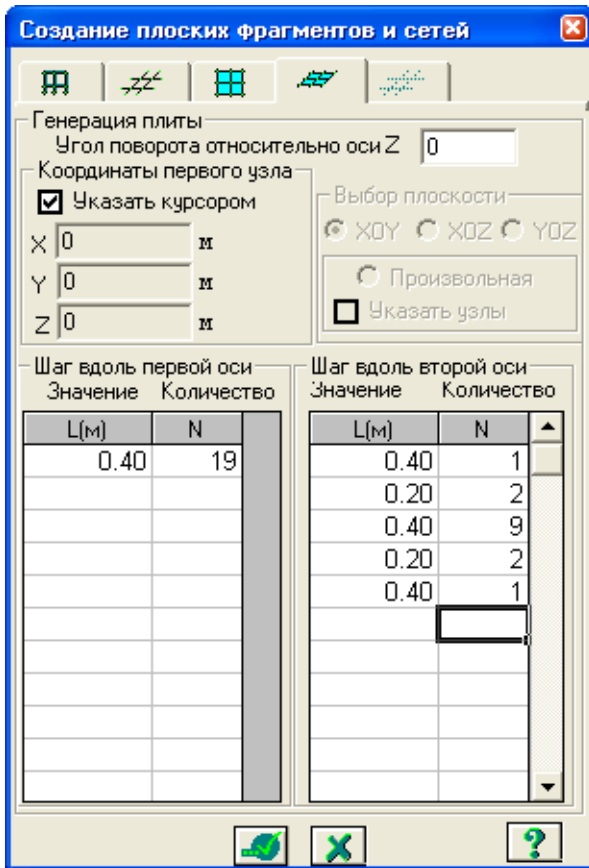

Рис.9.4. Диалоговое окно **Создание плоских фрагментов и сетей**
- Остальные параметры принимаются по умолчанию (рис.9.4).
- С помощью меню **Схема** ⇒ **Создание** ⇒ **Регулярные фрагменты и сети** (кнопка  на панели инструментов) вызовите диалоговое окно **Создание плоских фрагментов и сетей** (рис.9.4).